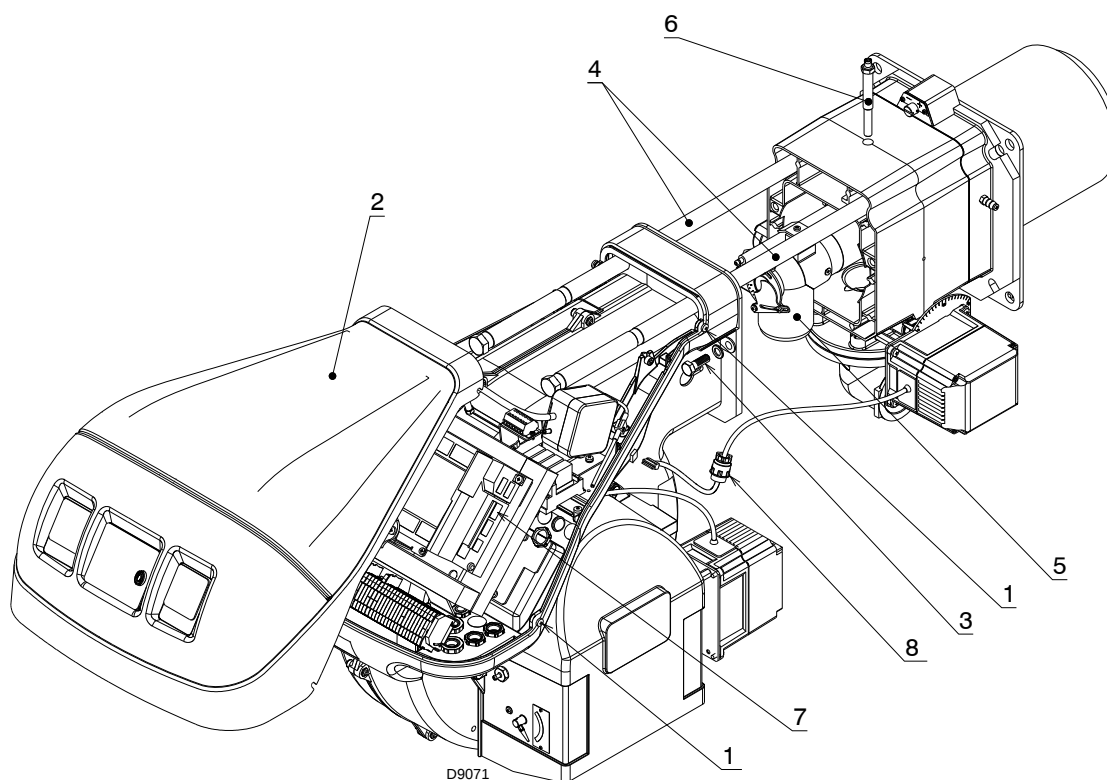

Abb. 36
- Lösen Sie die 4 Schrauben 1) (Abb. 36) und entfernen Sie die Verkleidung 2);
- Schließen Sie den Stecker des Stellmotors 7)(Abb. 36) an und schrauben Sie den Kabeldurchgang 8) ein.